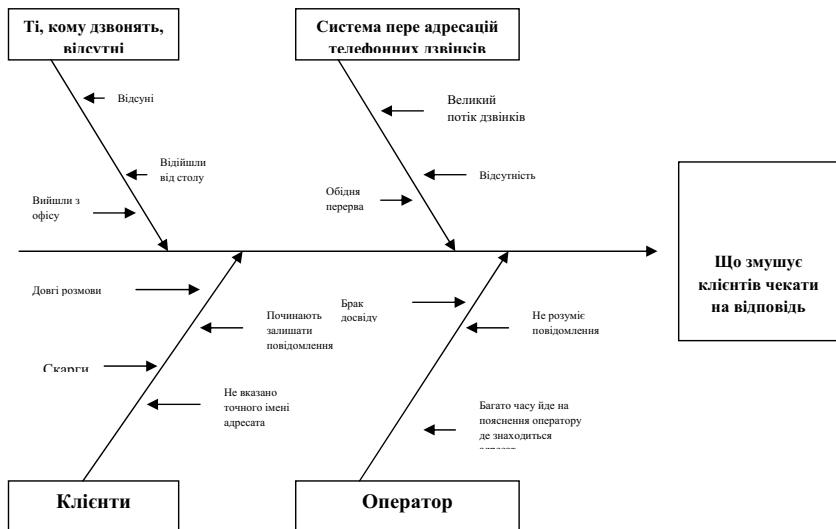

Рис. 3.13. Причинно-наслідкова діаграма
- ✓ **Причинно-наслідкові діаграми**, або діаграми Ішикави, або діаграми "риб'ячих кісток" (рис. 3.13) (цей і наступні рисунки з цієї теми, а також рисунки з додатку О) стосуються проекту по поліпшенню диспетчерської послуги), що показують, як *різні причини та підпричини зв'язані з виникненням потенційних проблем або наслідків*.